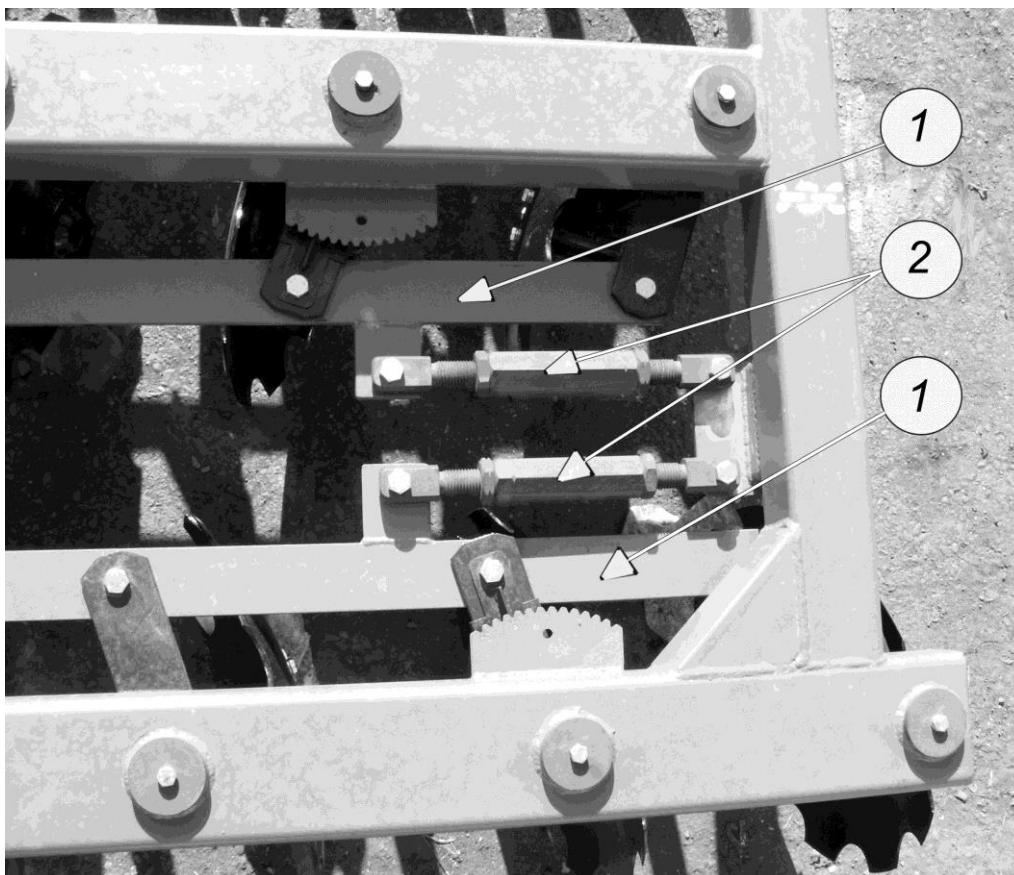

Рис. 4.2.1.
4.2.1. Каждый ряд режущих дисков имеет механизм регулировки угла атаки (рис.4.2.1), состоящий из поворотных тяг 1 и талреп 2 соединяющего тяги с рамой. Регулировка осуществляется с помощью талрепа. Каждая стойка режущего диска в ряду соединена с тягами 1 при помощи болтов М16х45мм, гаек и шайб пружинных.